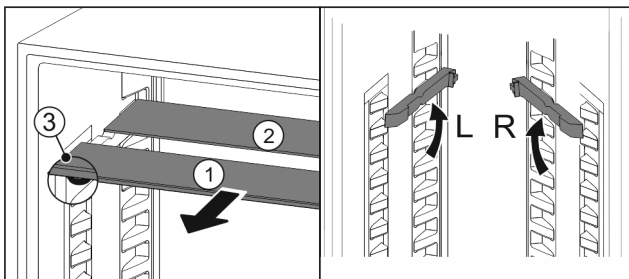

Fig. 34
- ▶ Retire Fig. 34 (1) las planchas de cristal individualmente hacia adelante.
- ▷ La placa de vidrio Fig. 34 (1) con tira decorativa se encuentra en la parte delantera.
- ▷ Los topes Fig. 34 (3) apuntan hacia abajo.